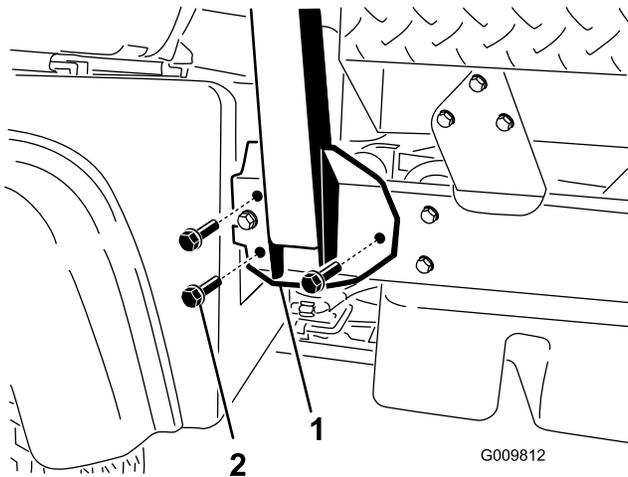

図 4
1. ROPSの両サイドを車両フレーム側面の取付け穴に揃える (図 4)。